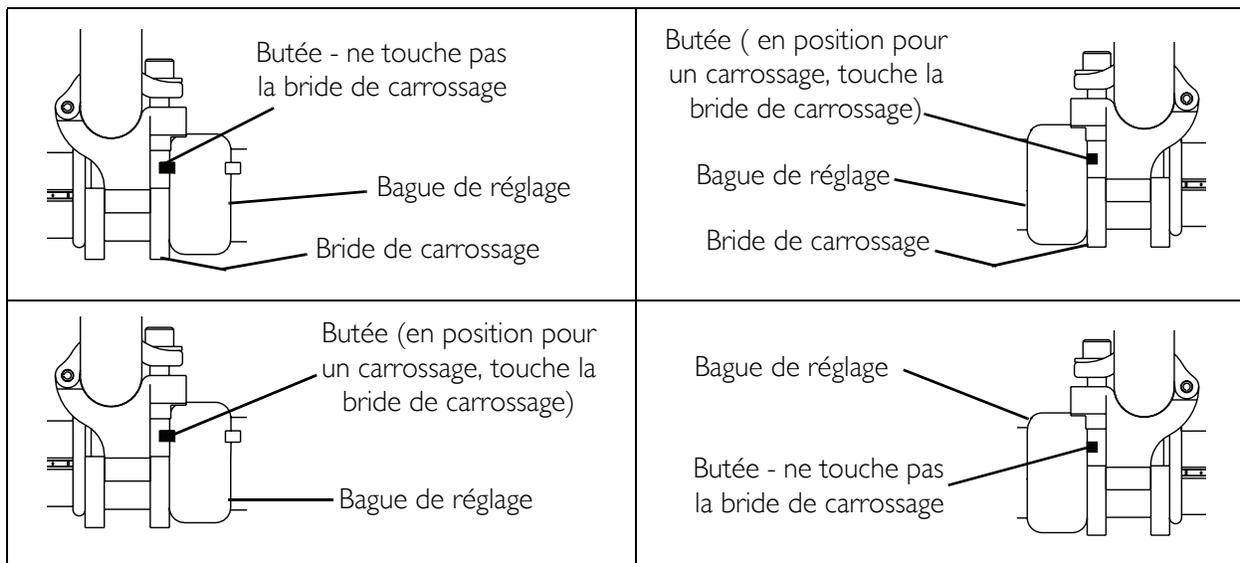

FIGURE 5.10 Ajuster le pincement / l'ouverture - Système de carrossage A4 - Réglage grossier
NOTE: Se référer à la FIGURE 5.10 de la page 45.
7. Tourner la bague de réglage droite ou gauche jusqu'à ce que la butée sur la bague se trouve en haut de la fente dans la bride de carrossage comme représenté sur la FIGURE 5.10 et bien serrer la vis à tête cruciforme sur la bague de réglage positionnée.
NOTE: FIGURE 5.10 montre deux exemples de la façon dont les bagues de réglage peuvent être positionnées.
NOTE: FIGURE 5.10 est un exemple de la façon dont les bagues de réglage peuvent être positionnées.